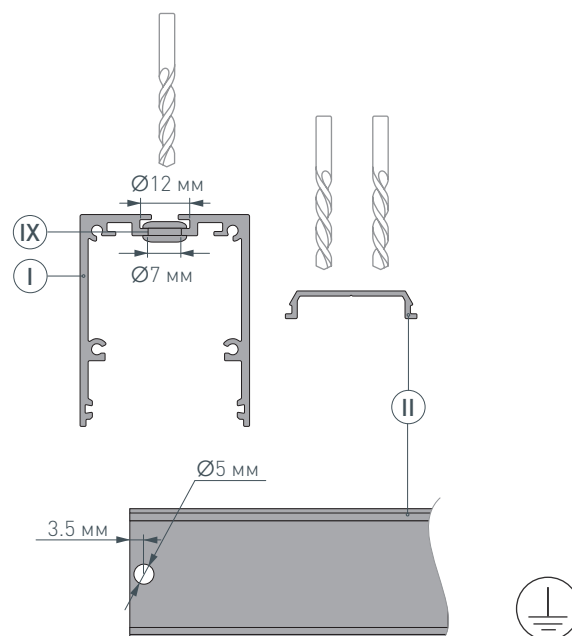

Рис. 1. Подготовка отверстия для вывода кабеля на основании для светодиодной ленты II. Вид сверху
- 1** / Просверлите два отверстия $\varnothing 12$ мм и $\varnothing 7$ мм в профиле I для вывода сетевого кабеля, а также для установки клемм заземления профиля и блока питания. Затем просверлите отверстие $\varnothing 5$ мм в основании для ленты II для вывода кабеля питания светодиодной ленты, как показано на рис. 1. **Установите клеммы заземления профиля и блока питания.** Установите в профиле I, в отверстия для сетевого кабеля силиконовую муфту IX.